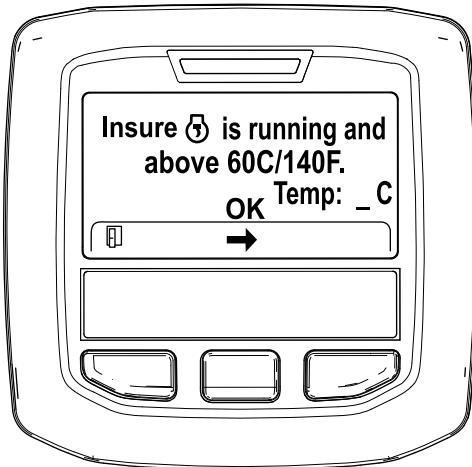

Figura 32
- Se a temperatura do líquido de refrigeração for inferior a 60°C, surge a mensagem "Insure  is running and above 60°C/140°F" (Confirme que está a trabalhar e acima de 60°C/140°F) (Figura 32).